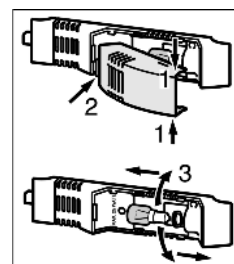

Fig. 17
- ▶ Het afdekkapje van de lamp boven en onder vastpakken *Fig. 17 (1)*.
- ▶ Het afdekkapje achter losklikken en verwijderen *Fig. 17 (2)*.
- ▶ Vervang de lamp *Fig. 17 (3)*.